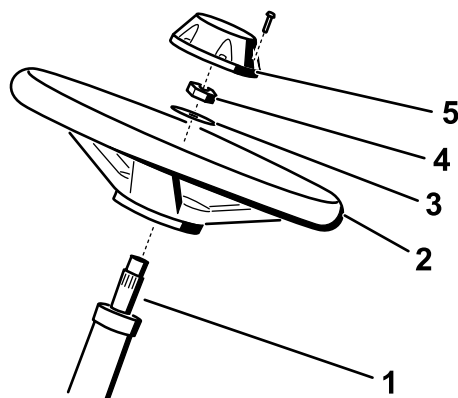

Figura 6
1. Applicate un composto antigrippaggio all'albero dello sterzo (illustrato nella Figura 6).
2. Montate il volante sull'albero dello sterzo utilizzando la rondella e il dado di bloccaggio (Figura 6).
4. Montate il coprimozzo alla ruota (Figura 6).